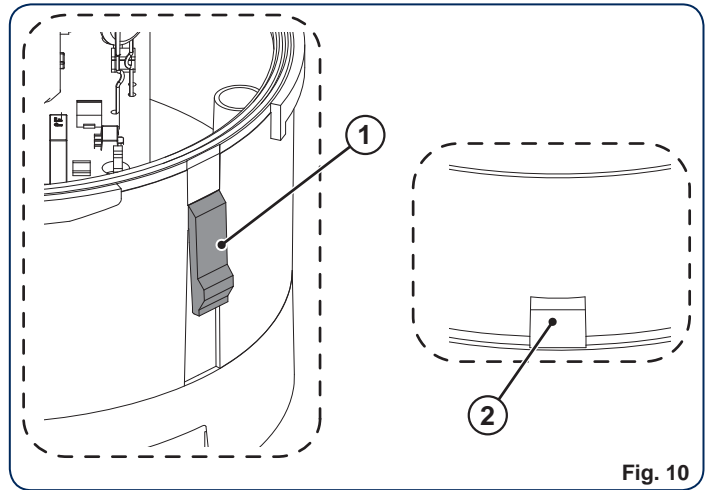

Fig. 10
**☞** Sulla base calotta è presente una linguetta di bloccaggio (Fig. 10 rif. ①) che si deve accoppiare con l'incasso ricavato sulla calotta (Fig. 10 rif. ②).